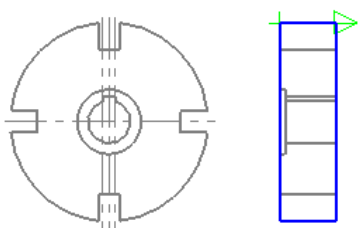

图 3.15.38 串连方向
(2) 定义倒角边链。选取图 3.15.37 所示的边线，系统会自动选取与之相连的所有边线，并添加串连方向，如图 3.15.38 所示。在“串连选项”对话框中单击 按钮完成倒角边链的定义。